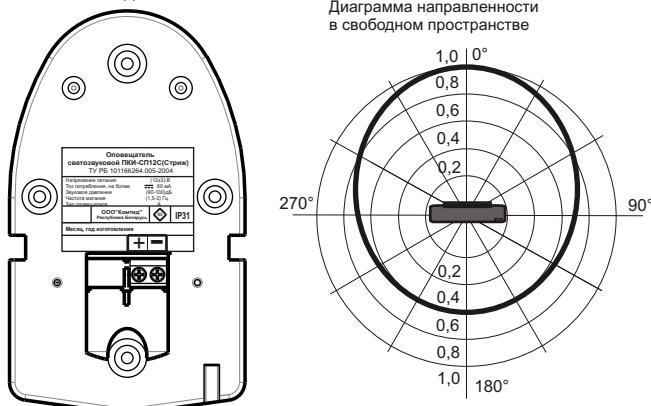

Рис.2 Схема подключения и диаграмма направленности звука оповещателя.
- 2.6. Диаграмма направленности звука на рис.2 (п.5.3)
5.1. Перед установкой необходимо проверить внешний вид оповещателя на наличие повреждений и проверить работоспособность следующим образом: подключить источник питания (типа Б5-7) к выводам оповещателя (рис.2), предварительно установив напряжение питания (12 ± 3) В. При этом оповещатель должен выдать звуковой и световой сигналы.
5.3. На рис.2 показана схема подключения и диаграмма направленности звука.